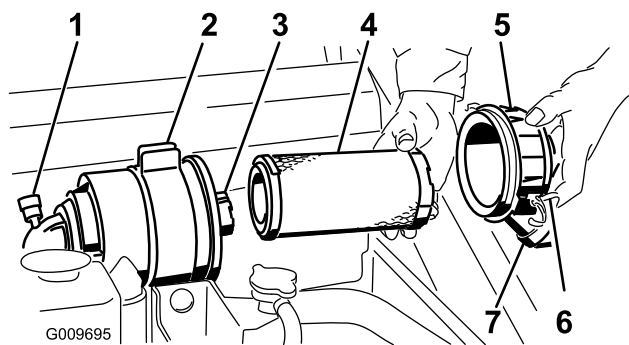

Figure 33
Important: Faites l'entretien du filtre à air uniquement quand l'indicateur de colmatage est rouge (Figure 33). Changer le filtre à air prématurément ne fait qu'accroître le risque de contamination du moteur par des impuretés quand le filtre est déposé.
4. Ouvrez les attaches du filtre à air et séparez le couvercle du corps du filtre (Figure 33).
- Si vous remplacez l'élément filtrant de sécurité, insérez-le avec précaution dans le corps du filtre (Figure 33).
- Placez ensuite l'élément principal sur l'élément de sécurité avec le même soin (Figure 33). Assurez-vous qu'il est bien engagé en appuyant sur le rebord extérieur.
- Reposez le couvercle du filtre à air, le côté portant l'inscription "UP" en haut, et fermez les dispositifs de verrouillage (Figure 33).
- Sortez l'élément principal du corps du filtre avec précaution (Figure 33). Évitez de cogner l'élément à l'intérieur du corps.